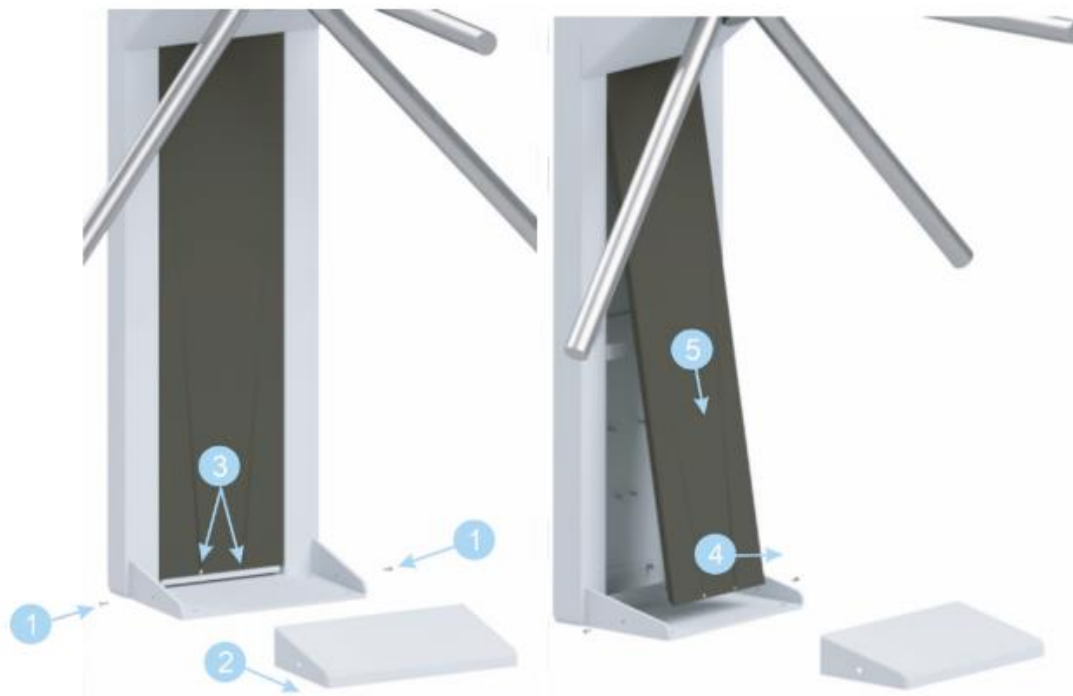

Рисунок 7.4.2 - Разборка кожухов турникета SkyPoint STR-01
1. Получить доступ к монтажному основанию и контроллеру управления турникетом, для этого необходимо выполнить следующие действия (см. рисунок 7.4.2):